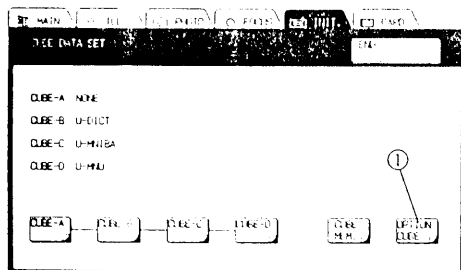
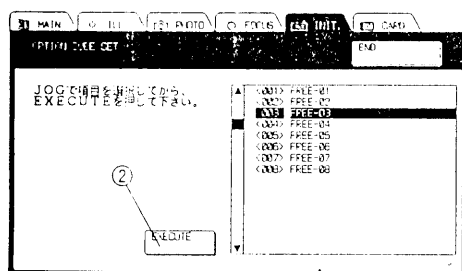

図 9
図 10
(図9, 10, 11)
- 1) **OPTION CUBE** ①(図9)を押すと、図10の画面となります。
- ・ **ENTER** では図10の画面にもどり、画面には登録した任意名称が表示されます。